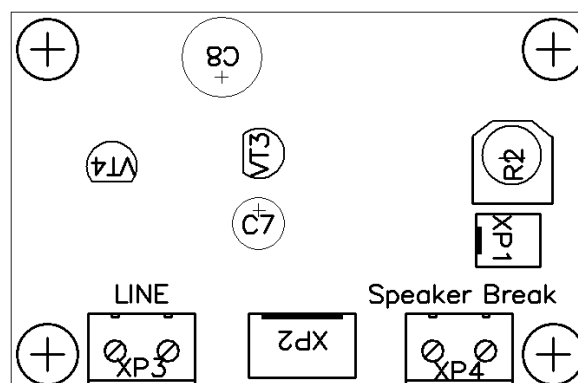

Рисунок 4 – расположение подстроечных элементов и клеммников на печатной плате МК-35
2.3.3. Дополнительные регулировки МК-35, расположенные на печатной плате показаны на Рис. 4.